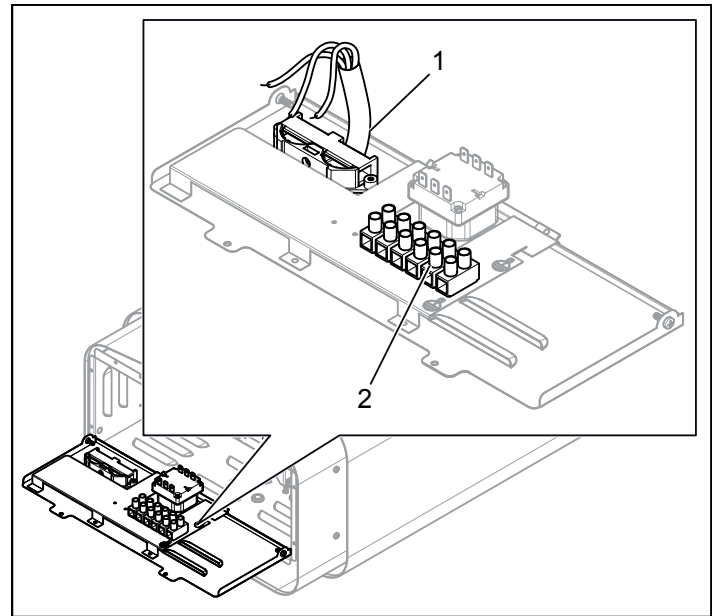

Рисунок 11: Электрическое соединение
3. Подключите электрический кабель (1) к клемме (2) (см. Рисунок 11) согласно схеме соединений (см. раздел Подключение/Схема соединений, страница 52).
2. Подключите электрический кабель (1) к клемме (2) (см. Рисунок 11) согласно схеме соединений (см. раздел Подключение/Схема соединений, страница 52).